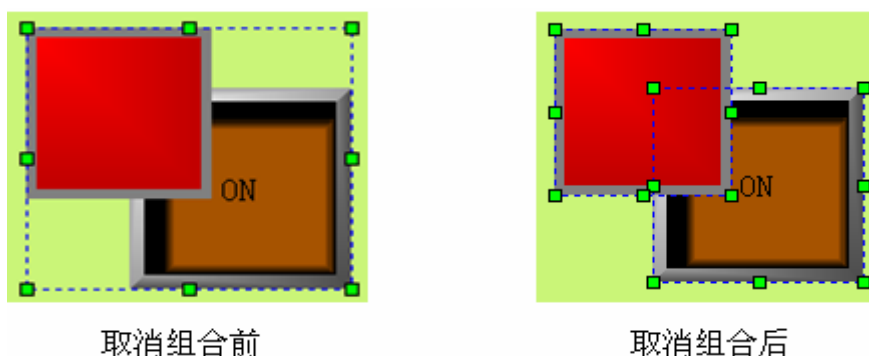

图 4-6 取消组合前后对照
- 选择一个用组合命令建立的图形对象，然后选择编辑菜单中的取消组合命令或者是工具栏按钮中的取消组合命令按钮，或者右键调出右键菜单，选择“组合”项中的“取消组合”命令，取消组合前后对照如图 4-6 所示：